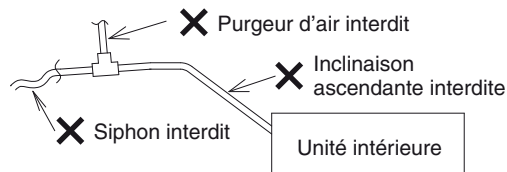

Fig. 3-7
(2) Limitations de la connexion de la durite de vidange
- N'installez pas la durite de vidange avec une inclinaison ascendante par rapport à la connexion de l'orifice de vidange. Ceci entraînerait un retour de l'eau de vidange et une fuite lorsque l'unité ne fonctionne pas. (Fig. 3-7)
- N'installez pas de purgeurs d'air qui peuvent entraîner un jet d'eau depuis la sortie de la durite de vidange. (Fig. 3-7)
- Ne placez pas de siphon en U ou en cloche au milieu de la durite de vidange, sous peine de provoquer un son inhabituel. (Fig. 3-7)